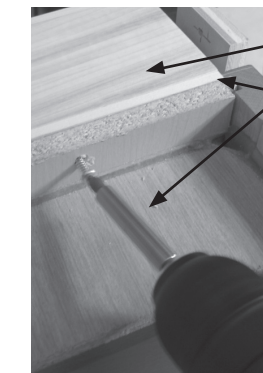

Fig 7
Étape 6. Monter le module coulissant sur l'armoire adjacente 2. Voir la figure 7